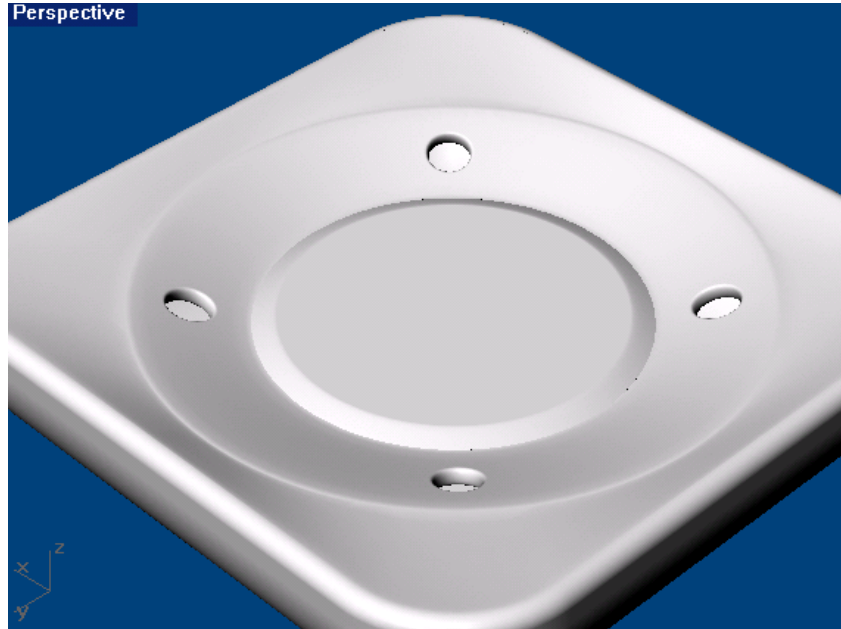

图 1-3-12
step4: 选择被切割后的曲面，点击  Offset Surface: 曲面偏移工具，选择方向向下，偏移值为 1。向下偏移出一个曲面，同样的方法我们点击图标  Blend Surface: 来融合两曲面，最后删除偏移的曲面，shade 透视图后如图 1-3-12 所示：